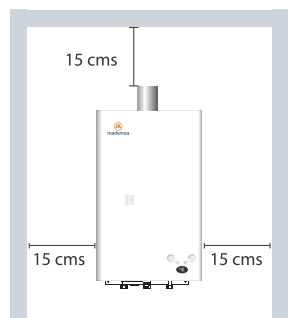

Fig 3
- No deben colocarse ni cables, ni equipos eléctricos encima del calefón. El calefón debe mantenerse por lo menos 400 mm lejos de lo electrónico. La distancia entre el calefón y las sustancias inflamables no debe ser menor que se muestra en la figura (Fig. 3).